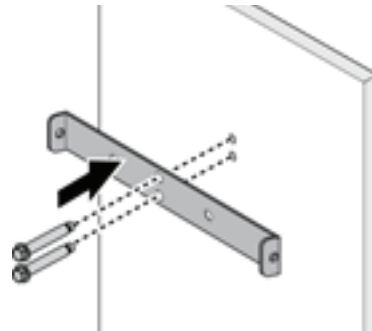

Figure 4-1.
1. Voir Figure 4-1. Utilisez le modèle fourni pour situer le support de montage au-dessus de la prise électrique.